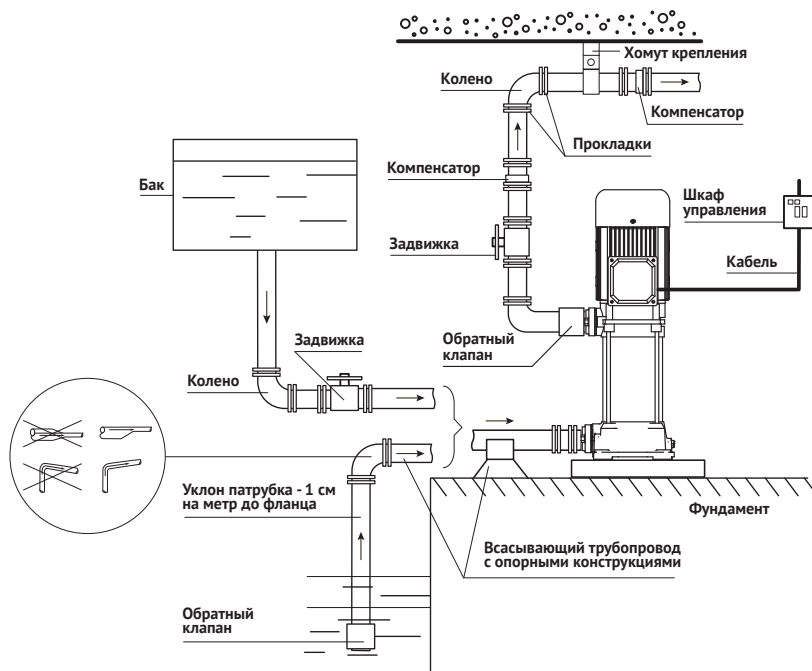

Рисунок 5 - Типовая схема монтажа
- 1 Для всасывающего трубопровода (см. рисунок 5) следует использовать жесткие металлические или пластиковые трубы. Также рекомендуется использовать гибкие металлорукава или вставки (компенсаторы), чтобы избежать передачи вибраций от насоса к трубам и наоборот.
- 1 Внутренний диаметр напорного трубопровода (см. рисунок 5) должен соответствовать внутреннему диаметру напорного патрубка насоса.